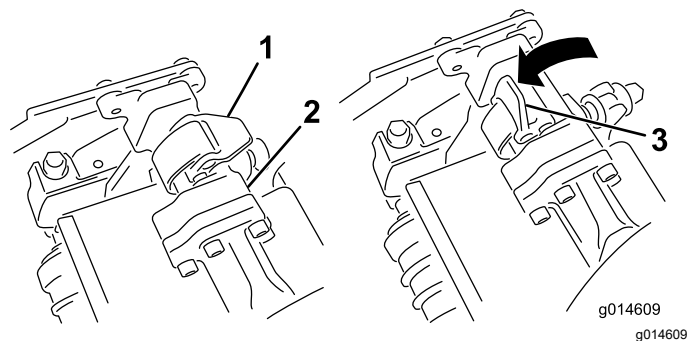
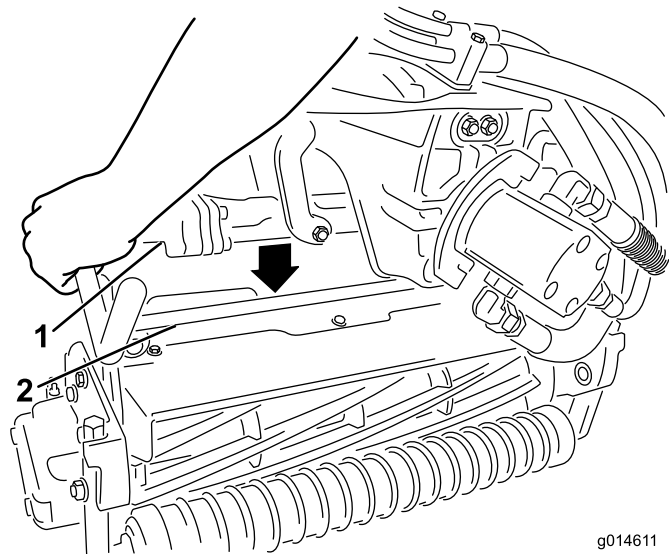

Figure 46
Figure 47
4. Fermez les verrous autour de la barre de l'unité de coupe et bloquez-les en place (Figure 46).
3. Les verrous de la barre du bras de suspension étant orientés en haut (c.-à-d. ouverts) (Figure 46), poussez le bras de suspension vers le bas pour engager la barre sur la barre transversale au sommet de l'unité de coupe (Figure 47).
- Ouvrez les verrous sur la barre du bras de suspension de l'unité de coupe que vous voulez déposer (Figure 46).